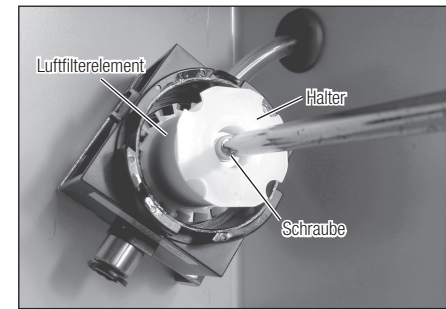

Abb. 36
- 7) Entfernen Sie die Schraube am Boden des Halters mit einem Kreuzschlitz-Schraubenzieher (Abb. 36).